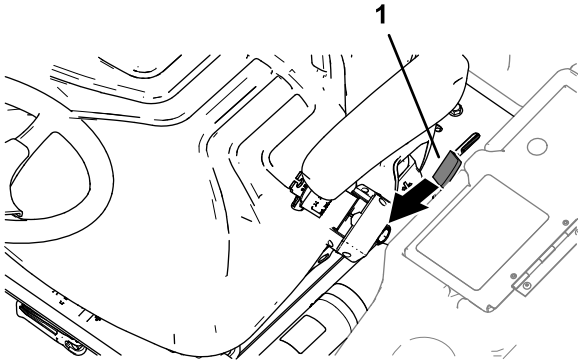

Bild 42
1. Bewegen Sie den Sperrriegelgriff der Plattform (Bild 42) zur Vorderseite der Maschine, bis die Sperrhaken die Sperrstange freigeben.